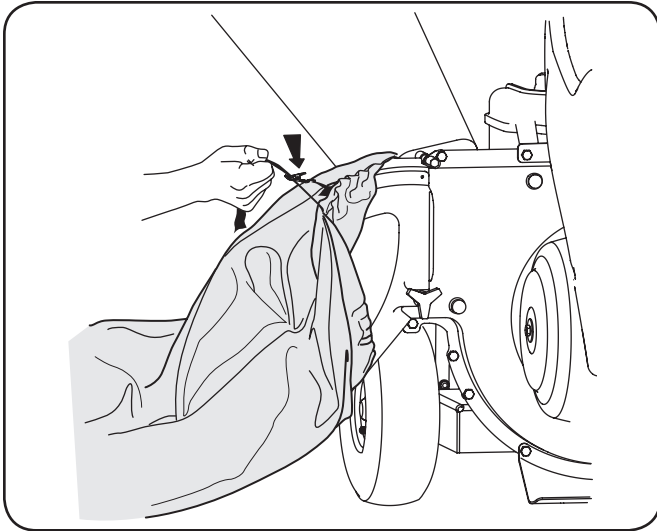

Figure 5-1
2. Pincez la boucle de verrouillage pour desserrer la sangle du sac, puis retirez le sac du déflecteur de la goulotte. Voir Figure 5-1.